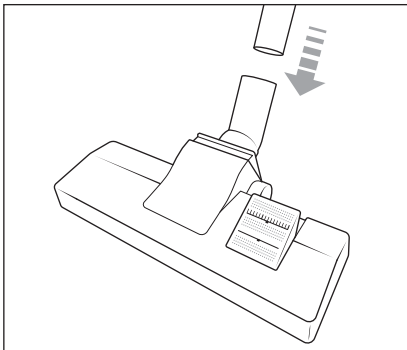

Bild 2
- 2) För in teleskopsugröret **16** i golvborsten **14** tills det fastnar i golvborsten **14** (se bild 2).